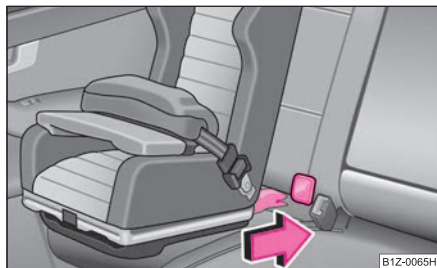

Abb. 162 Der ISOFIX-Kindersitz wird in die montierten Aufnahmetrichter geschoben
- Schieben Sie die Rastarme des Kindersitzes über die montierten Aufnahmetrichter in die Halteösen, bis er hörbar einrastet ⇒ Abb. 162.